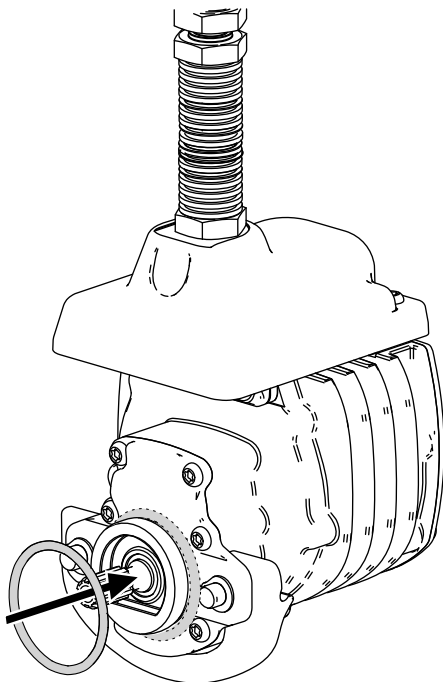

Bild 8
3. Legen Sie einen O-Ring auf jeden Spindelmotor, wie in **Bild 8** abgebildet.